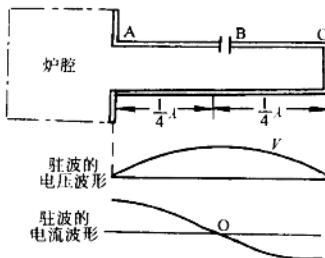

图 1-3 抗流槽结构原理图
(1) 开关系统由多重安全联锁微动开关组成，炉门关不好，就不能使微波炉工作。
(2) 为防止微波从炉门与腔体之间的缝隙中泄漏出来，在炉门四周做成抗流槽结构。抗流槽是在门内设置的一条异型槽结构，即开一条  $1/2$  微波波长的槽，使其末端短接（见图 1-3），在其  $1/4$  波长的点稍开一点孔隙。这种抗流槽具有引导微波反转相位的作用，在抗流槽入口处，微波会被和它逆向的反射波抵消。